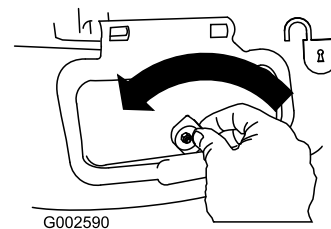

Figure 27
1. Unlock the side-discharge door (Figure 27).